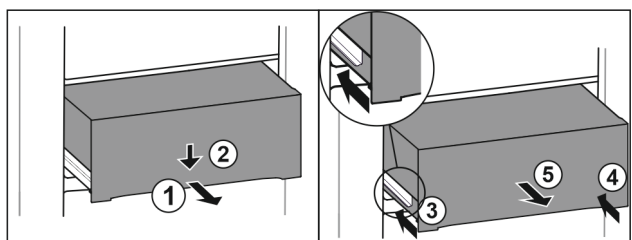

Fig. 114
- Tirer le tiroir jusqu'à mi-chemin. Fig. 114 (1)
- Appuyer sur l'avant du tiroir vers le bas. Fig. 114 (2)
- Insérer le rail gauche d'env. 2 cm (13/16 in). Fig. 114 (3)
- Insérer le rail droit d'env. 2 cm (13/16 in). Fig. 114 (4)
- Retirer le tiroir par l'avant. Fig. 114 (5)